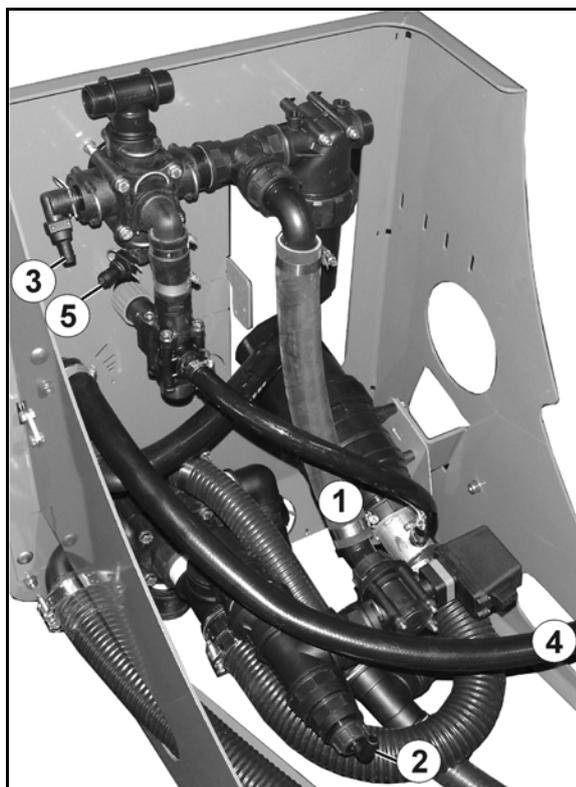
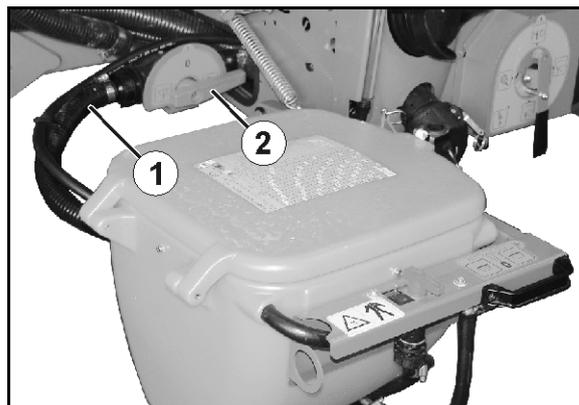

Fig. 155
Fig. 156
2. Desmontar y limpiar el filtro de aspiración (Fig. 155/1). Véase al respecto en la página 192.
- 5.1 Purgar el filtro de presión (Fig. 155/2) a través de la llave **C**.
- 5.2 La manguera del agitador (Fig. 156/4) se debe desatornillar (empezando por la llave **C**) del depósito del caldo de pulverización.
6. La manguera de entrada (Fig. 156/1) se debe desatornillar de la válvula reguladora. La manguera de entrada conecta el lado de presión de la llave de conmutación (Fig. 155/**B**) con la grifería de aspiración.
7. Atornillar la manguera de retorno (Fig. 156/2) de la grifería de ancho parcial en el lado de aspiración de la llave de conmutación VARIO (Fig. 155/**A**).
9. La manguera de limpieza interior (Fig. 156/3) se debe quitar del lado de aspiración de la llave de conmutación VARIO (Fig. 155/**B**).
11. Retirar también la manguera de limpieza exterior, si no se dispone de ningún sistema de estas características (Fig. 156/5).
15. Alternar varias veces todas las posiciones de conmutación en el lado de aspiración de la llave de conmutación VARIO (Fig. 155/A) y en el lado de presión de la llave de conmutación VARIO (Fig. 155/B).